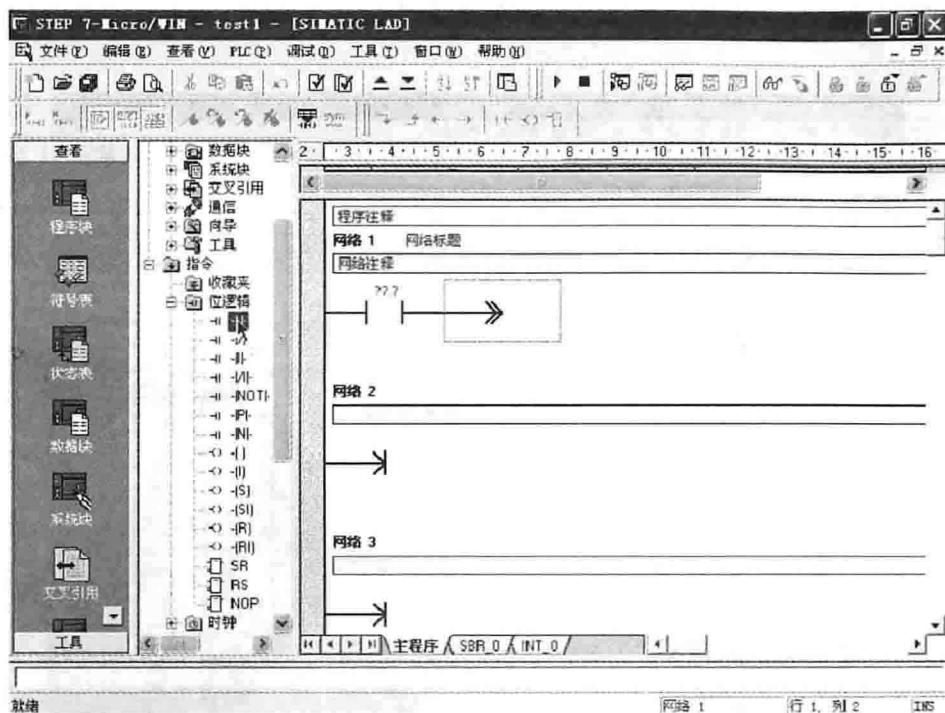

图 1-6 程序编辑
(3) 单击“程序块”图标, 进入程序编辑状态。这里简单介绍一个程序编辑的例子, 单击 符号, 如图 1-6 所示。